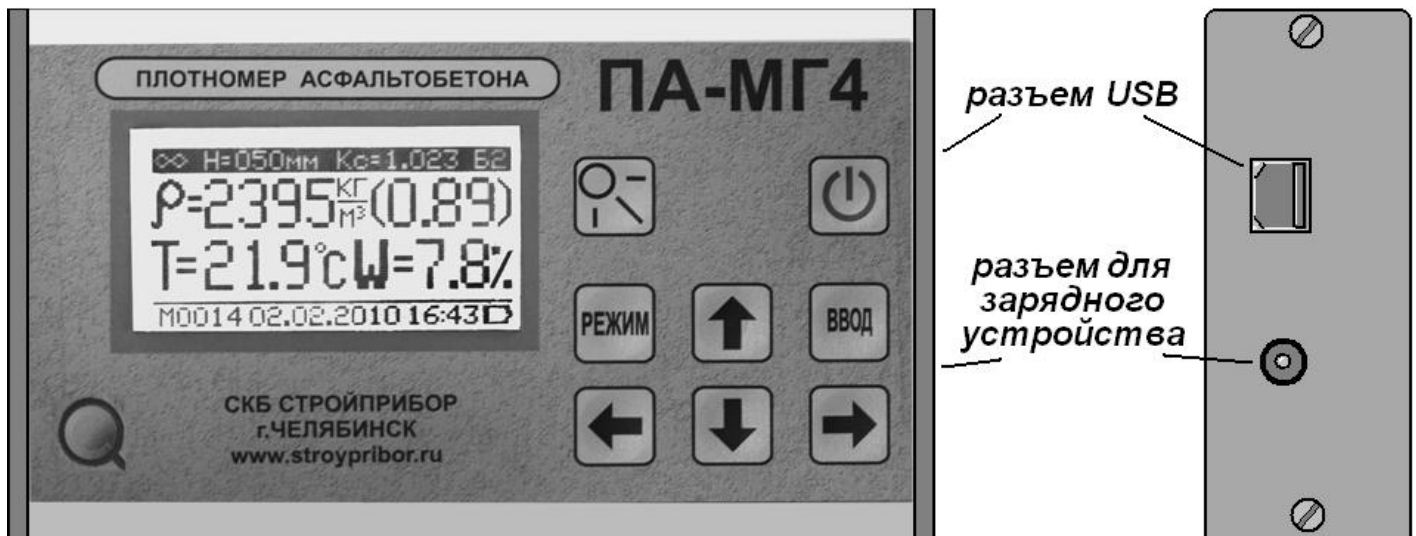

Рисунок 2 – Вид электронного блока
1.4.2 На лицевой панели электронного блока (рис.2) размещен ЖК дисплей и клавиатура, состоящая из восьми кнопок: **ВКЛ** (ок-